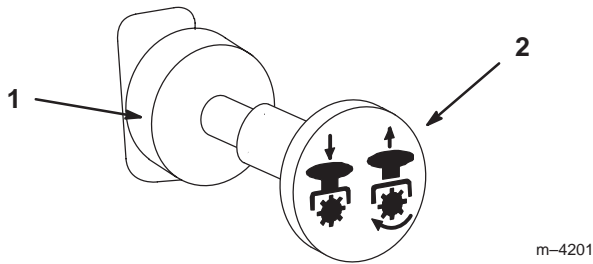

Figure 22
3. Tirez sur la commande de prise de force (PdF) pour l'embrayer (Fig. 22).
1. Repoussez la commande de PdF pour la débrayer (Fig. 22).